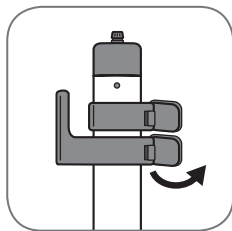

fig. 2
2. Tenez le mât de façon à ce que l'accroche cordon électrique soit à gauche. Vérifiez que les 2 clips du mât soient déverrouillés. (fig. 2)